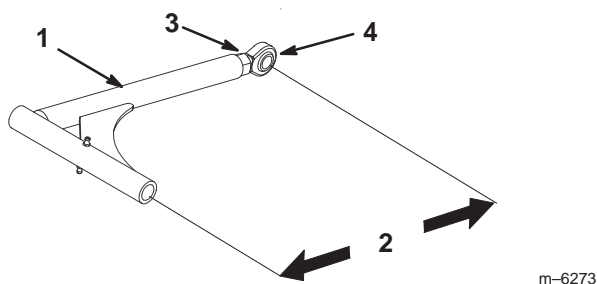

Figure 54
1. Pour régler les bras de poussée, desserrez l'écrou de blocage et tournez la rotule dans le sens anti-horaire, un tour à la fois (Fig. 54).
2. Réglez chaque côté de la même façon. La longueur nominale de chaque bras de poussée doit être de 389 mm (Fig. 54).